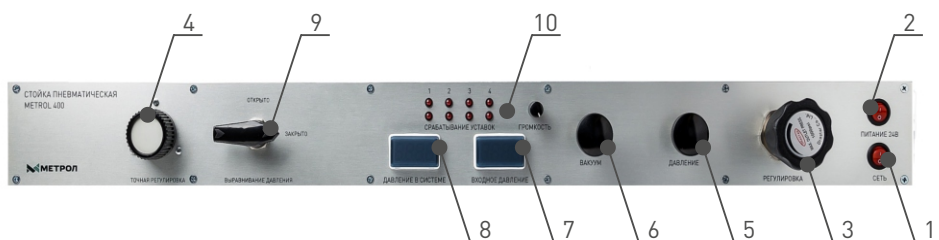

Рис.2 - Панель управления.
- Кнопка включения питания стойки (поз.1, рис.2);
- Кнопка включения встроенного источника питания 24В (поз.2, рис.2);
- Регулятор для первичной настройки давления (поз.3, рис.2);
- Регулятор объема для точной настройки давления (поз.4, рис.2);
- Игольчатые вентили для подачи давления (поз.5, рис.2) и разрежения (поз.6, рис.2);
- Цифровые индикаторы для контроля входного (поз.7, рис.2) и выходного (поз.8, рис.2) давления стойки;
- Балансировочный клапан (поз.9, рис.2) для установки начального давления в обеих камерах регулятора объема;
- Индикаторы срабатывания установок модуля проверки средств измерения с выходным электрическим контактом, и регулятор громкости (поз.10, рис.2).
6. Включите электрическое питание стойки с помощью соответствующей кнопки (поз.1, рис.2).
7. Закройте игольчатые вентили для подачи давления (поз.5, рис.2) и разрежения (поз.6, рис.2).
8. Установите регулятор первичной настройки давления (поз.3, рис.2) на минимальное значение выходного давления, выкрутив ручку против часовой стрелки до упора.
1. Убедитесь, что балансировочный клапан (поз.9, рис.2) открыт.
2. Откройте игольчатый вентиль подачи давления (поз.5, рис.2).
3. Наблюдая давление в системе и поворачивая ручку регулятора давления (поз.3, рис.2) по часовой стрелке, установите требуемое давление.
4. Закройте балансировочный клапан (поз.9, рис.2).
5. Используя регулятор объема (поз.4, рис.2), осуществите точную регулировку давления.
7. Откройте балансировочный клапан (поз.9, рис.2).
3. Наблюдая давление в системе и поворачивая ручку регулятора давления (поз.3, рис.2) по часовой стрелке, установите значение равное 1 бар.
4. Изменяя соотношение степеней открытия игольчатых вентилях для подачи давления (поз.5, рис.2) и разрежения (поз.6, рис.2) добейтесь нулевого значения давления в системе.
6. Изменяя соотношение степеней открытия игольчатых вентилях для подачи давления (поз.5, рис.2) и разрежения (поз.6, рис.2), установите необходимое значение давления в системе.
7. Закройте балансирующий клапан (поз.9, рис.2).
8. Используя регулятор объема (поз.4, рис.2), осуществите точную регулировку давления.
10. Откройте балансирующий клапан (поз.9, рис.2).
2. Установите регулятор первичной настройки давления (поз.3, рис.2) на минимальное значение выходного давления, выкрутив ручку против часовой стрелки до упора.
3. Закройте игольчатые вентили для подачи давления (поз.5, рис.2) и разрежения (поз.6, рис.2).
6. Отключите электрическое питание стойки с помощью соответствующей кнопки (поз.1, рис.2).
Для осуществления сброса давления закройте игольчатый вентиль подачи давления (поз.5, рис.2), поверните ручку регулятора (поз.3, рис.2) по часовой стрелке, для подачи давления во внутренние линии стойки, а затем верните в исходное положение для его сброса в атмосферу. Повторите действия несколько раз для снижения давления во входной линии до безопасного значения.